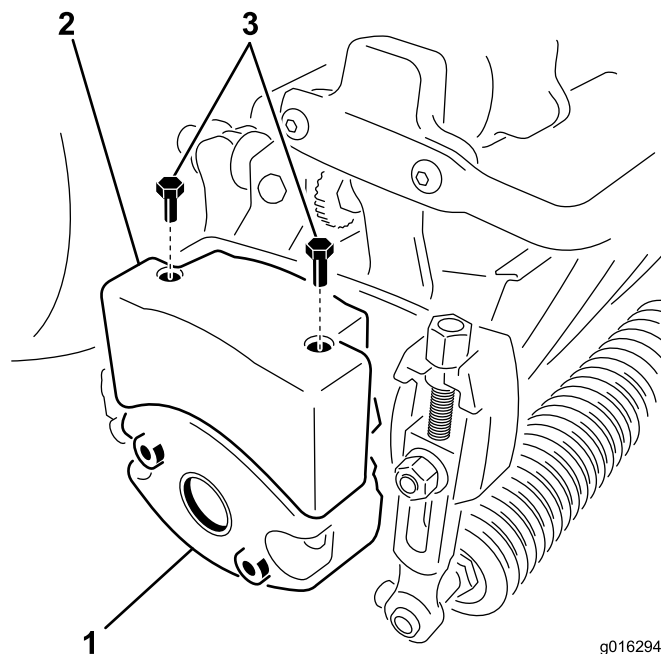

Figura 10
4. Remova os 2 parafusos que fixam o peso ao lado da unidade de corte (Figura 10).
6. Instale o peso superior na unidade de corte utilizando 2 parafusos de cabeça de encaixe hexagonal (Figura 10).